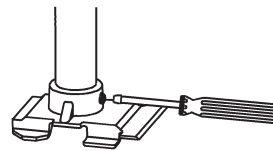

Figure 1
1. Fixez la plaque de montage en la vissant (minimum 5 tours) sur un conduit de 3/4 po (figure 1).